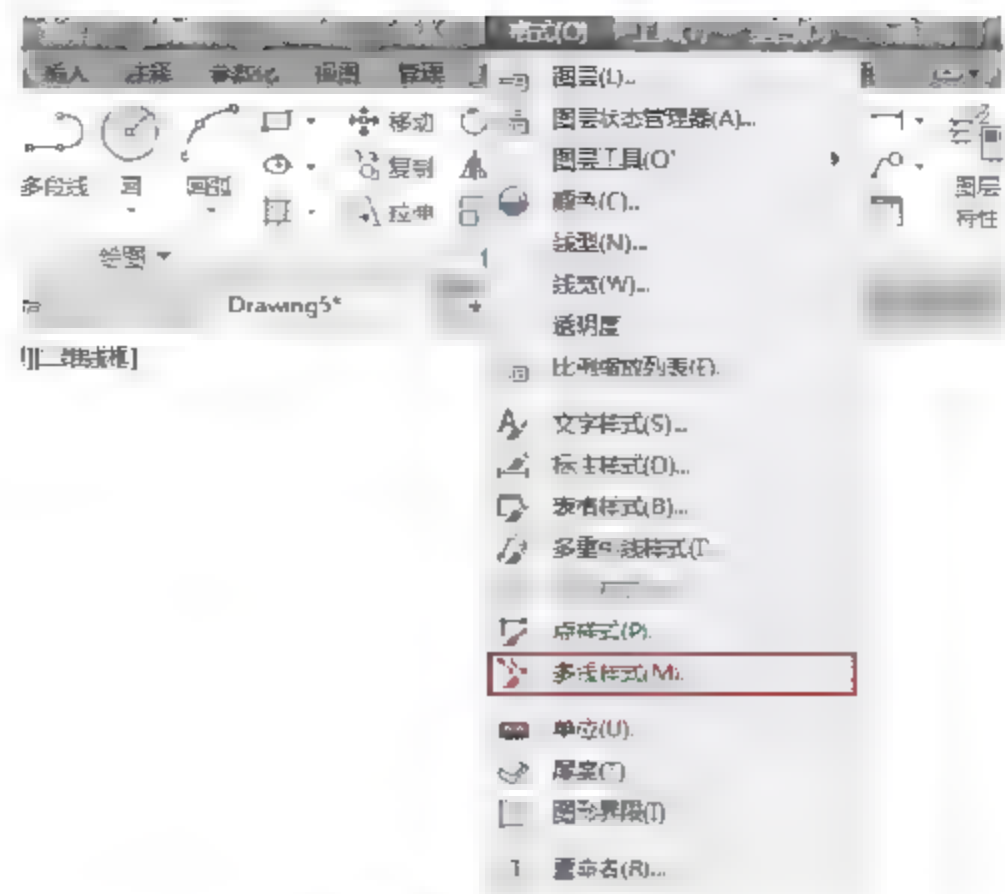

图3-31 选择命令
- 菜单栏: 选择菜单【格式】|【多线样式】命令,如图3-31所示。